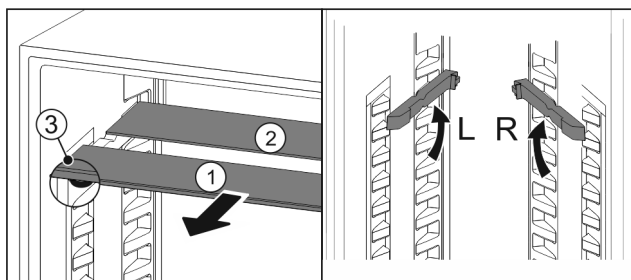

Fig. 110
- Extrageți Fig. 110 (1) pe rând plăcile de sticlă spre înainte.
- ▷ Placa de sticlă Fig. 110 (1) cu șipca decorativă se află în față.
- ▷ Opritoarele Fig. 110 (3) indică în jos.